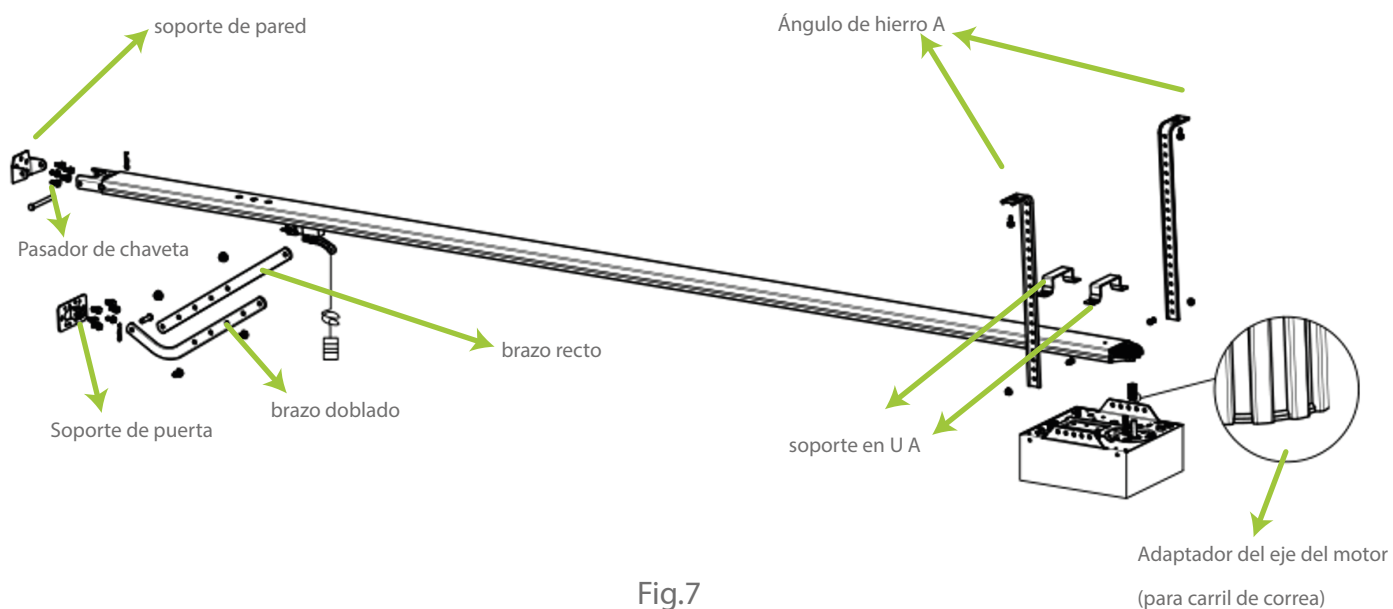

Fig.7
Coloque el adaptador del eje del motor en el eje del motor según la Fig. 7
7. Instalar según la Fig. 7